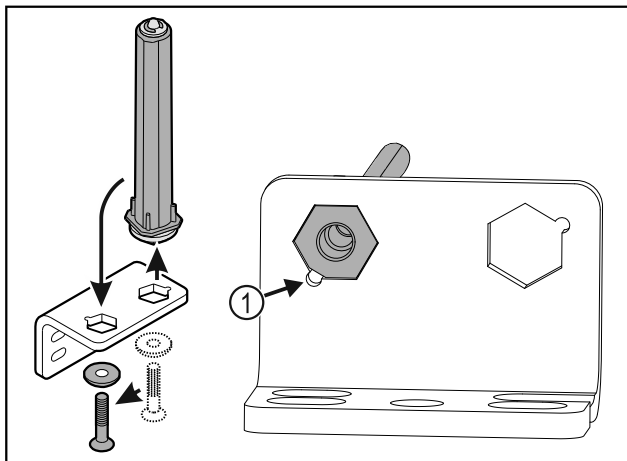

Fig. 27
- ▶ Проследите за тем, чтобы при установке скос пальца Fig. 27 (1) указывал в направлении круглого отверстия.